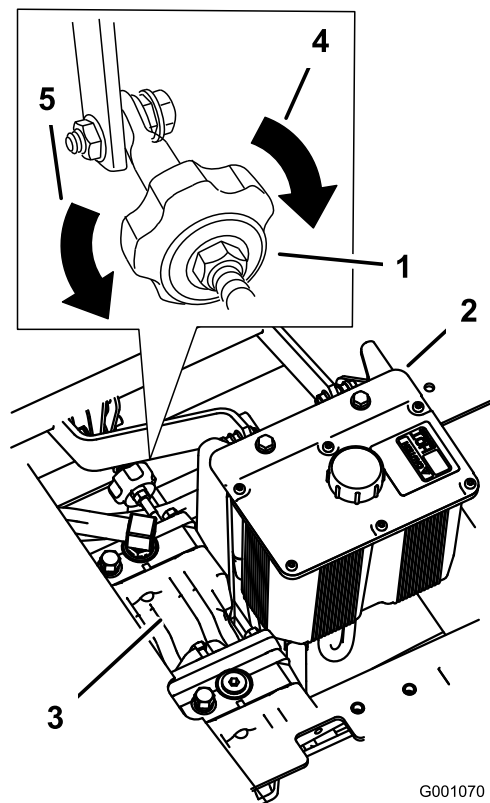

Bild 72
2. Stellen Sie die Länge der Pumpstange ein, indem Sie das Handrad an der Stange so weit in die entsprechende Richtung drehen, bis das Rad stillsteht oder sich leicht zurückdreht (Bild 72).